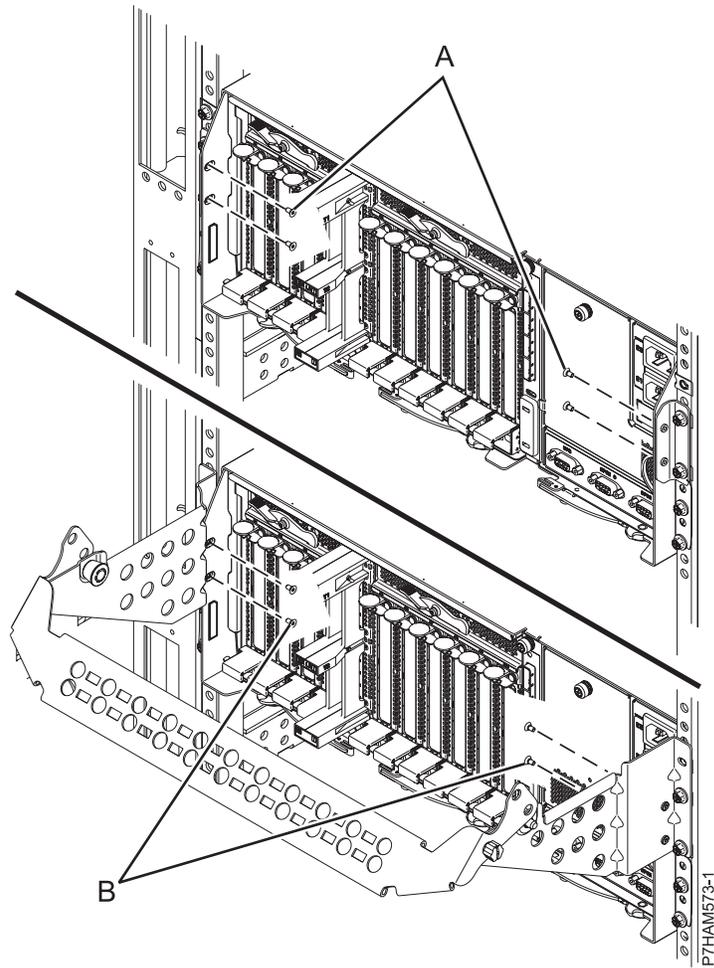

Figure 14. Installation des vis de fixation
- Si vous avez installé les supports de fixation, installez les quatre vis de fixation (**A**), comme illustré dans figure 14, à la page 16.
- Si vous avez installé le passe-câbles, installez les quatre vis de fixation (**B**), comme illustré dans figure 14, à la page 16.